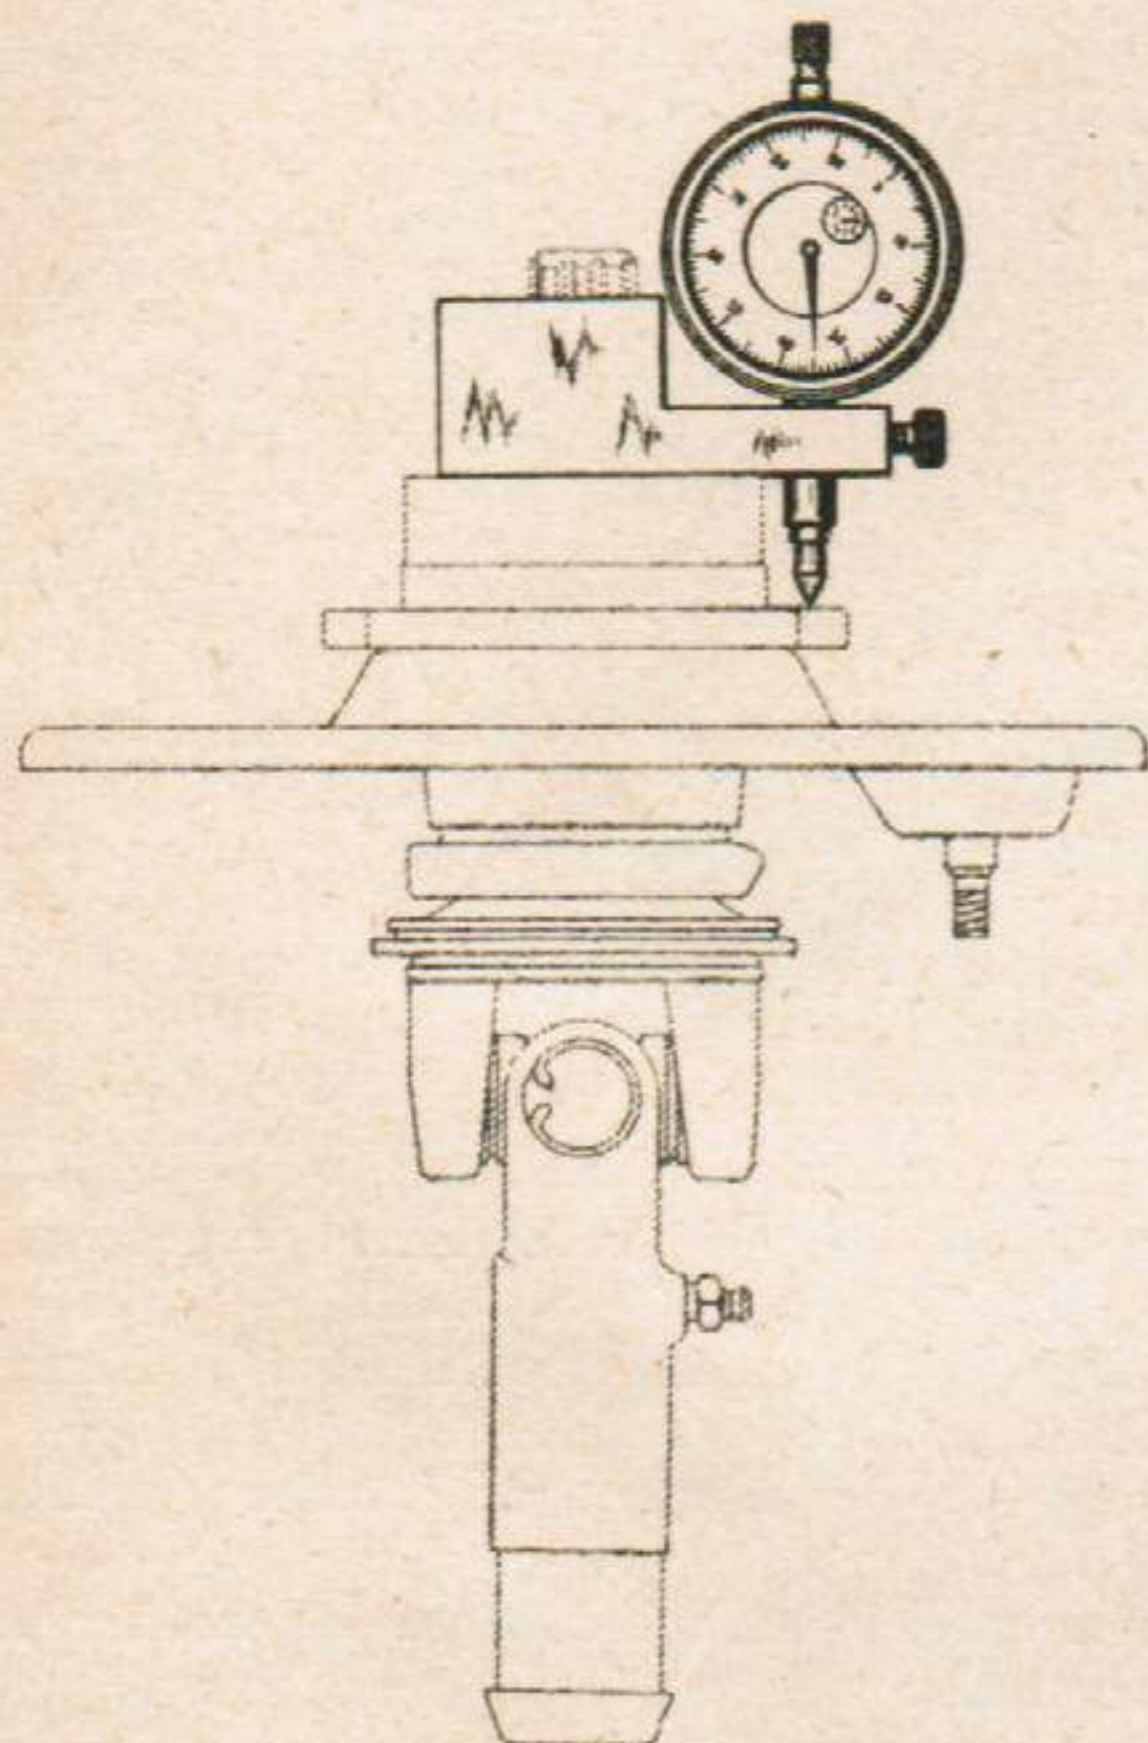

Fig. 25. — Mesure de la hauteur de la collerette à l'aide de la règle 1754-VA.
c) Placer (si on la possède), la règle 1754-VA, munie d'un comparateur, sur la collerette du plateau, comme indiqué (figure 25).